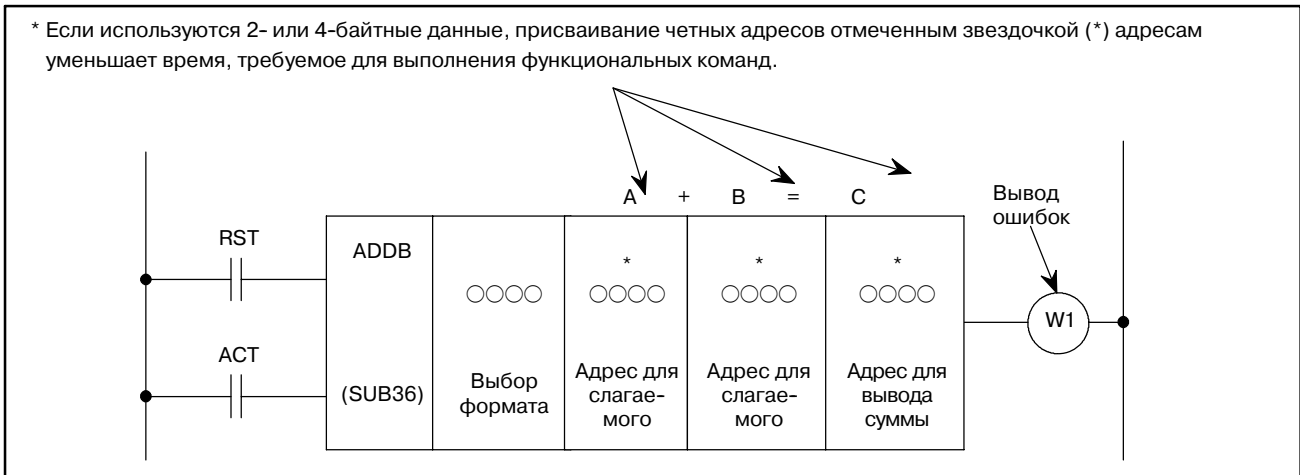

Рис. 5 (b)
Так как функциональные команды нельзя представить символами реле, следует использовать формат, показанный на рис. 5 (а). Формат включает условия управления, команду, параметры, W1, от R9000 до R9005 (регистр результатов работы функциональной команды).
- (9) Регистр результатов вычислений функциональных команд (R9000 - R9005) (см. рис. 5 (c))